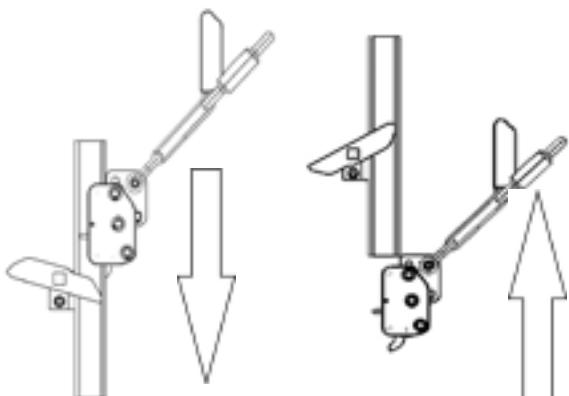

Abb. 17 Einstieg in die Steigschutzeinrichtung
3. Beim Erreichen des Sicherungsläufers der Endanschläge vom Typ A oder Typ B (Abb. 17) wird verhindert, dass der Sicherungsläufer die Steigschutzschiene ungewollt nach oben bzw. unten verlässt.